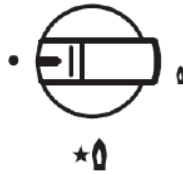

Abb. 8
- Um die Kochplatte anzuschalten, drücken Sie den entsprechenden Bedienknopf und drehen Sie diesen gegen den Uhrzeigersinn auf das große Flammensymbol (Abb. 8).